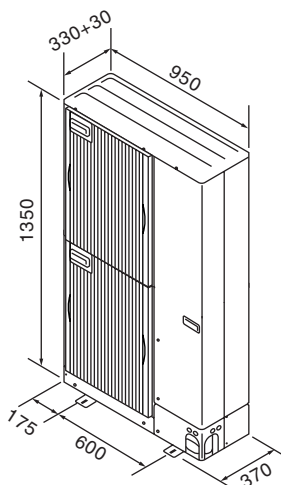

Fig. 2-1
2.3. Außenmaße (Außenanlage) (Fig. 2-1)